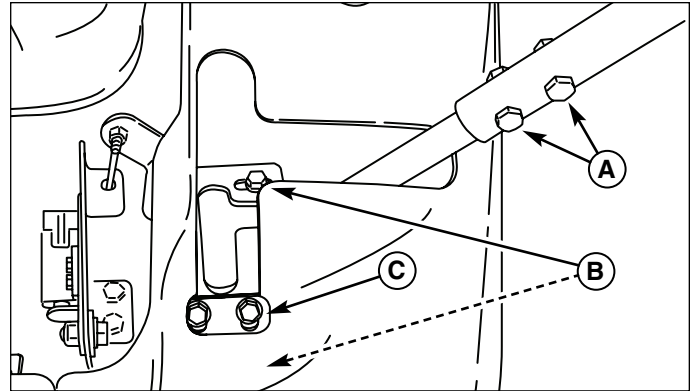

Figure 21. Réglages de leviers de commande de déplacement
Pour régler le positionnement des leviers : Desserrez les deux boulons (B, Figure 21) fixant la piste de commande, et réglez-la pour la serrer ou l'écarter pour ajuster l'espacement entre extrémités.
Pour régler la hauteur de poignée : Enlevez la visserie de montage de levier de commande de déplacement (A, Figure 21) et repositionnez le levier, plus haut ou plus bas que sa position précédente. Vous pouvez avoir à régler à nouveau le positionnement de leviers comme décrit plus haut.
1. Desserrez les deux boulons fixant la plaque de réglage vers l'avant (C, Figure 21).